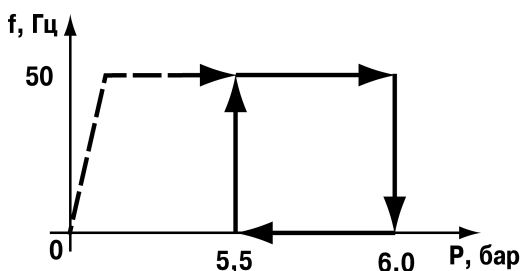

Рисунок 2.5 - Диаграмма релейного режима работы
- далее, по замкнутому циклу, от 5,5бар до 6 бар, на рис. 2.5.